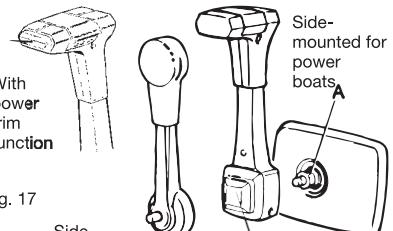

Fig. 17
- Fettten Sie die Nut der Schaltachse (A Fig.17) sparsam.
- Ziehen Sie die Befestigungsschraube (C Fig.17) vorsichtig an, damit der Schalthebel auf der Achse fixiert ist. Schraube nicht zu fest anziehen!